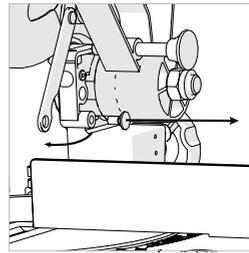

Abb. 24
- Entfernen Sie die Sicherungsschraube des Betätigungsarms an der unteren Schutzvorrichtung und lösen Sie den Betätigungsarm von seiner Achse. **(Abb. 24)** Bewahren Sie diese Schraube sicher für späteren Gebrauch auf.